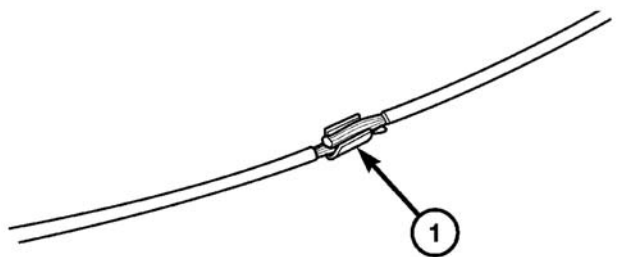

图 14 连接带
- (1) 从需要连接的每根电线上除去 13 毫米的绝缘皮。
- (2) 将一段衬有粘结剂的热缩管置于电线的一侧。确保管的长度足以盖住并密封整个修理部位。
- (3) 在接头夹内让电线的绳股相交叠（图 14）。